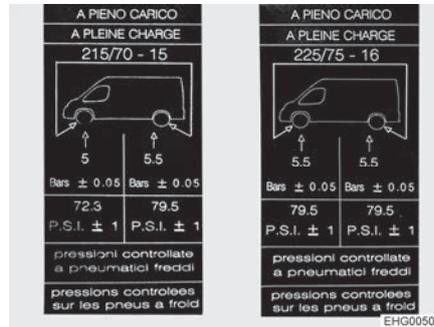

Fig. 114 Autocollant d'indication de la pression des pneus sur le montant B (exemple)
- ▷ Les autocollants indiquant la pression de pneus nécessaire sont apposés sur le côté intérieur du montant B (voir Fig. 114).